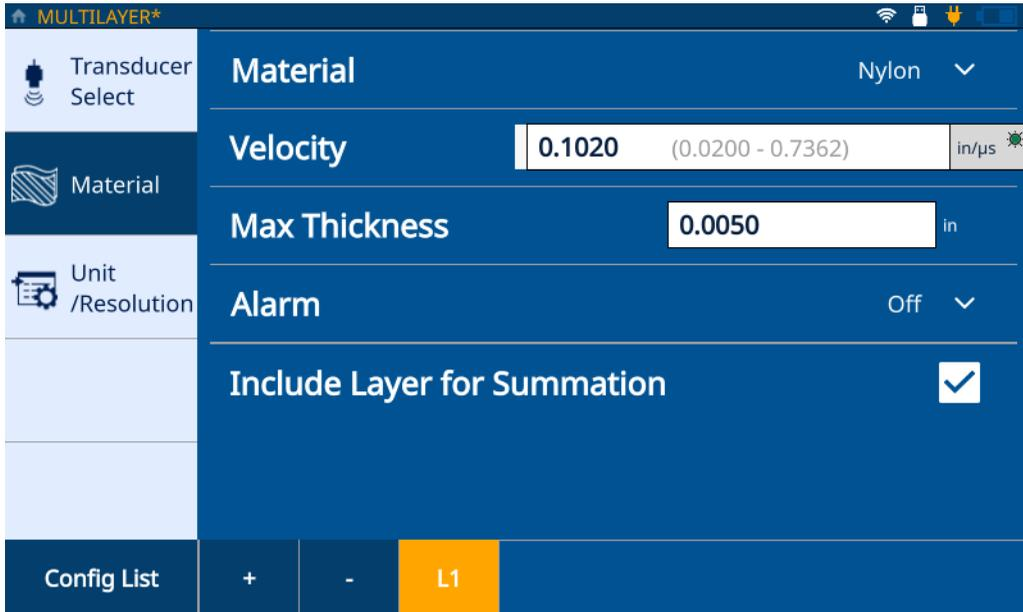

Abbildung 2-5 Material Registerkarte im Multilayer Fenster
8. Wählen Sie die **Material** Registerkarte (siehe Abbildung 2-5 auf Seite 20, wobei L1 die erste Schicht darstellt) und wählen Sie dann Ihr Material aus der Dropdown-Liste aus. Das Messgerät aktualisiert die Geschwindigkeit automatisch basierend auf dem Material.